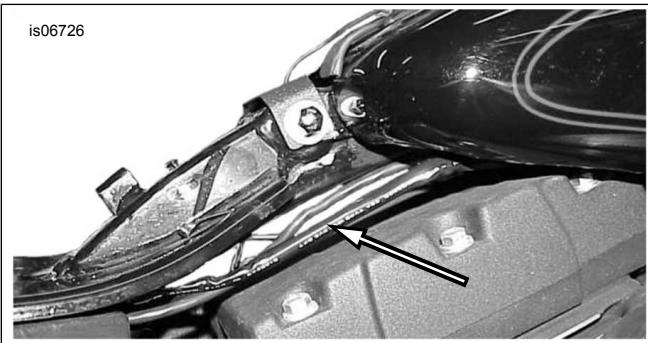

Figura 31. Routing tal-Wajer tat-Trasmettitur għall-Fanl Prinċipali (Dyna)
- Ara Figura 31. Uža ċineg tal-kejbil mill-kit Isabiex taqfel il-wajer tat-trasmettitur li jidhal (abjad) u l-conduit mal-wajers tal-vettura li jwasslu għall-fanal prinċipali. Għoll t-tank tal-fjuwil Daħħal il-wajers taħt it-tank lejn il-fanal prinċipali.